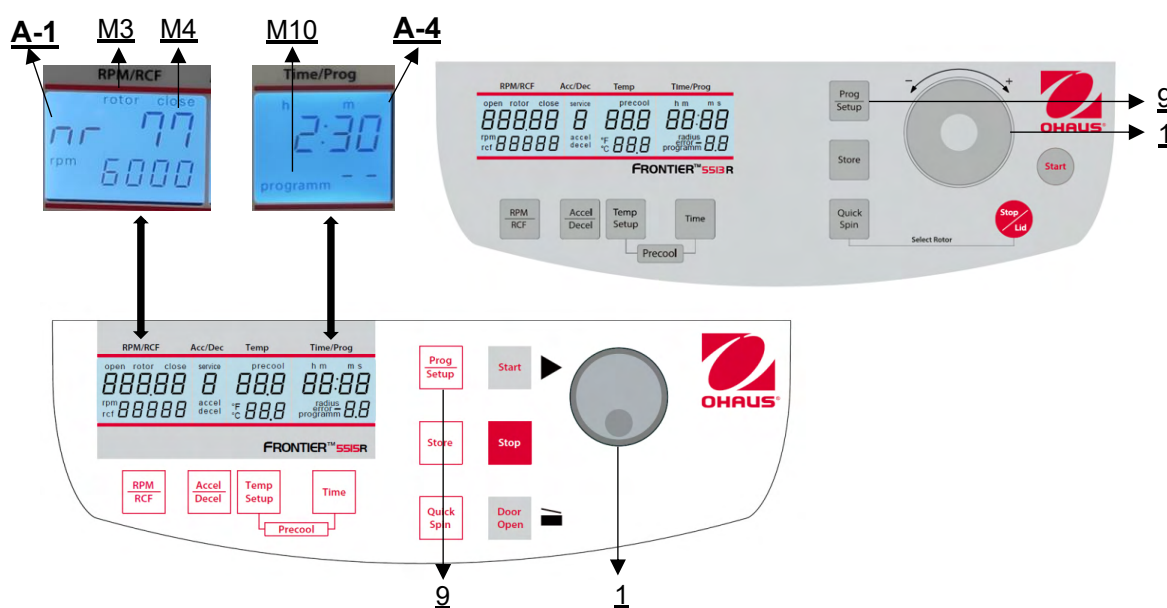

Figura 21
Per richiamare i programmi memorizzati, premere il tasto **"Prog/Setup"** (9) (vedere **Figura 21**) quando il coperchio è già chiuso. Sul display **"Time/Prog"** (A-4) appare **"program--"** (M10). Il numero di programma desiderato può essere preselezionato con la rotella (1).
Per uscire dalla modalità di programmazione è sufficiente premere il tasto **"Prog/Setup"** (9) (vedere Figura 21). A questo punto, all'interno del display
È possibile avviare la centrifuga con il tasto **"Start"** (8) o con il tasto **"Quick Spin"** (6) (vedere Figura 21). Con il tasto **"Start"** (8) si possono avviare le corse memorizzate o quelle con parametri preselezionati manualmente. Al termine del tempo di funzionamento preselezionato, la centrifuga si arresta automaticamente. Con il tasto **"Quick Spin"** (6) è possibile avviare corse della durata di pochi secondi.